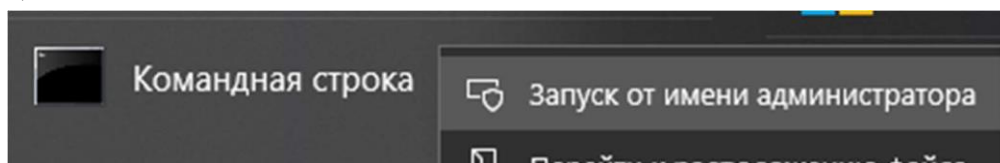

Рисунок 1.4
2.2.4. Открыть командную строку от имени администратора (рис. 1.4).